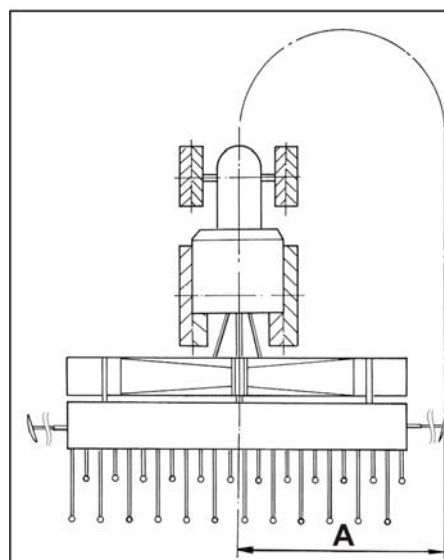

Рис. 109
4. Установите длину маркера на промежутке "А" (Рис. 109).
Промежуток А измеряется (Рис. 109):